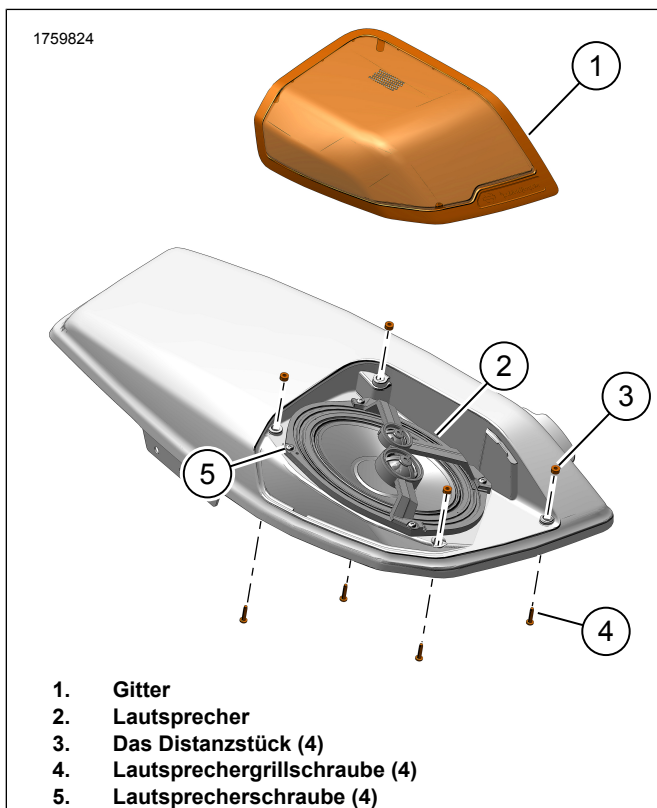

Abbildung 2. Lautsprecher- und Gitterbaugruppe (typisch)
2. Abbildung 2 Gitterschrauben (4) entfernen.
3. OEM-Lautsprechergitter (1) ausbauen.
4. Lautsprecherschrauben (5) entfernen.
5. Die OEM-Lautsprecher (2) vom Satteltaschendeckel entfernen.
2. Abbildung 2 Die Lautsprecherschrauben (5) einbauen.